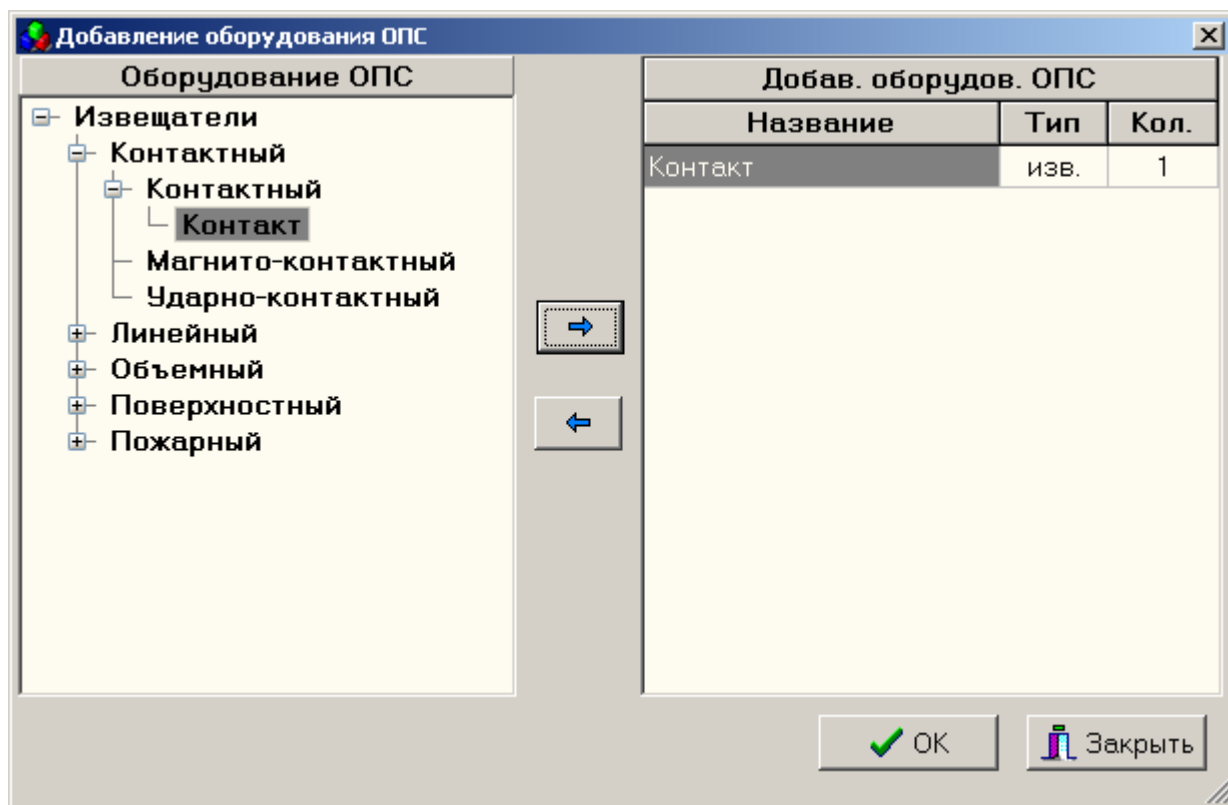

Рисунок 4.17 Добавление извещателя к ШС
2) Кликните правой клавишей мыши на выбранном ШС и выберите команду **Добавить | Оборудование ОПС**. Затем, в открывшемся окне (рис.4.17) перенесите извещатели нужных типов и в нужном количестве из справочника (левой панели) в список добавленных (правую панель).